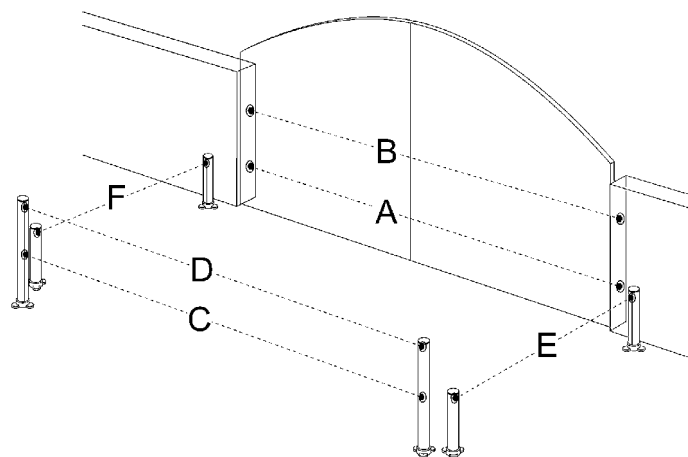
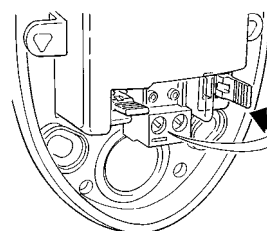

Figure 58
Figure 59
À tout moment, il est possible d'installer d'autres photocellules en plus de celles qui sont fournies de série avec WS2. Dans un automatisme pour portails à 2 battants, il est possible de les placer suivant les indications de la figure 58.
- 2 Identifier la position dans laquelle elles sont installées suivant la figure 58 et effectuer la connexion volante suivant le Tableau 11. Les connexions volantes non utilisées doivent être placées dans le compartiment prévu à cet effet pour pouvoir être réutilisées dans le futur (Figure 59).